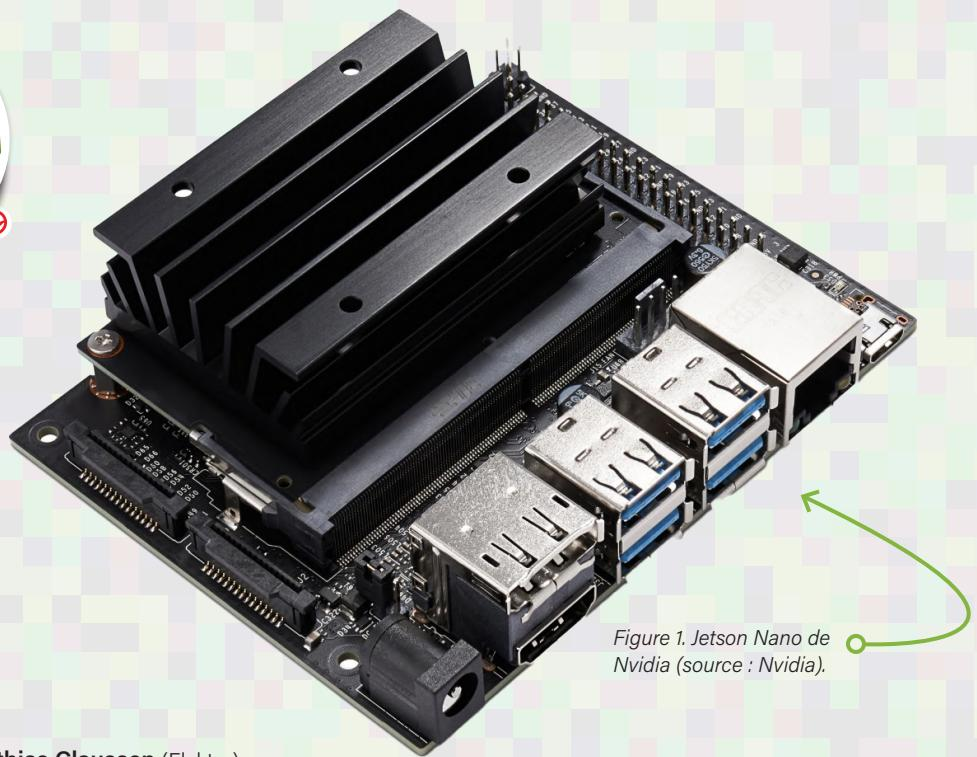

Figure 1. Jetson Nano de Nvidia (source : Nvidia).
Aucun développeur ne devrait ignorer le potentiel de l'intelligence artificielle (IA). Des outils comme le Maixduino de Sipeed et le MAX78000 de Maxim, déjà présentés dans le magazine Elektor, sont des options appropriées pour faire vos premiers pas dans l'univers de l'IA. Pour sa part, le module Jetson Nano de Nvidia (fig. 1) est un matériel beaucoup plus puissant de la classe des ordinateurs monocarte, doté d'un processeur ARM à quatre cœurs, de 4 Go de mémoire RAM et d'un processeur graphique assorti de 128 cœurs CUDA. Dans cette série d'articles, nous découvrons les applications possibles, notamment dans les domaines du traitement d'images ou de la robotique.
Les deux cartes ont un point commun : elles contiennent des microcontrôleurs et des accélérateurs pour réseaux neuronaux, mais avec des ressources limitées. Le Jetson Nano de Nvidia (fig. 1) [3] est un matériel beaucoup plus puissant de la catégorie des ordinateurs monocarte (SBC).